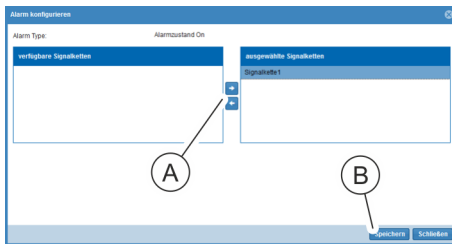

Abb. 131: Fenster "Alarm konfigurieren"
7. Im Fenster "Alarm konfigurieren" eine Signalkette auswählen und über die Schaltfläche „→“ (Abb. 131/Ⓐ) ins Feld „ausgewählte Signalketten“ schieben. Auswahl über die Schaltfläche „Speichern“ (Abb. 131/Ⓑ) bestätigen.